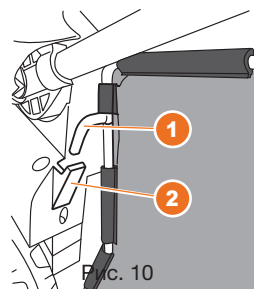

Рис. 10
- Поднимите заднюю защитную крышку и установите травосборник крюками **1** в пазы **2** корпуса скарификатора (Рис. 10).